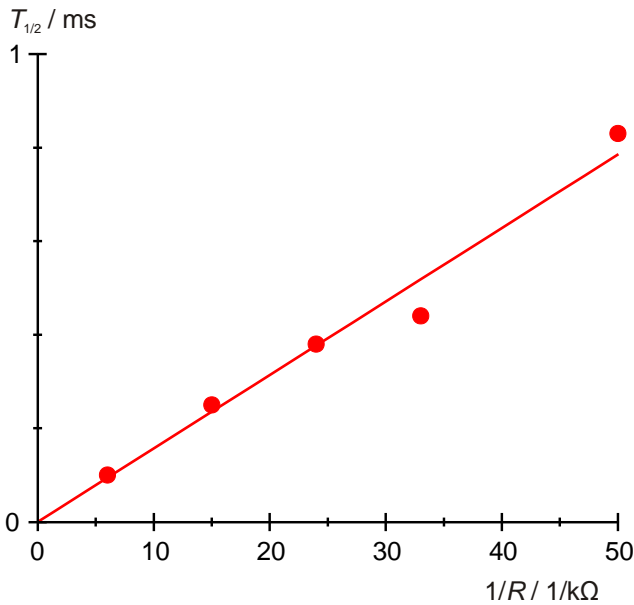

Fig. 5: Tiempo de vida media $T_{1/2}$ como función del inverso del valor de la resistencia R .
- Marque en un diagrama los tiempos de vida media $T_{1/2}$ de la tabla 3 en función de los valores inversos de las resistencias óhmicas R y trace una recta que parta del origen (Fig. 5).
- Para comprobar la ecuación (3) determine la inductancia L a partir del ascenso de la curva m .